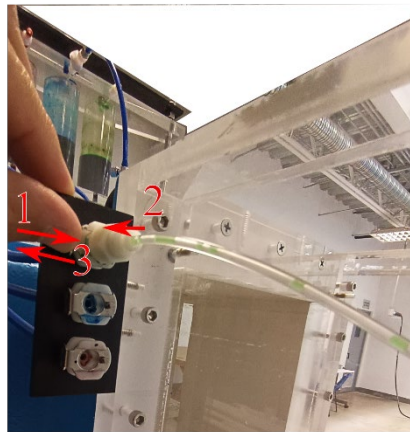

Figura 6. Conexión rápida del sistema de inyección de tinta
La válvula de conexión rápida a la tubería del sistema de inyección de tinta debe colocarse (1) empujando el sujetador de la válvula, (2) insertando la válvula sujetándola hasta que (3) se suelte el sujetador, como se muestra en la Figura 6.